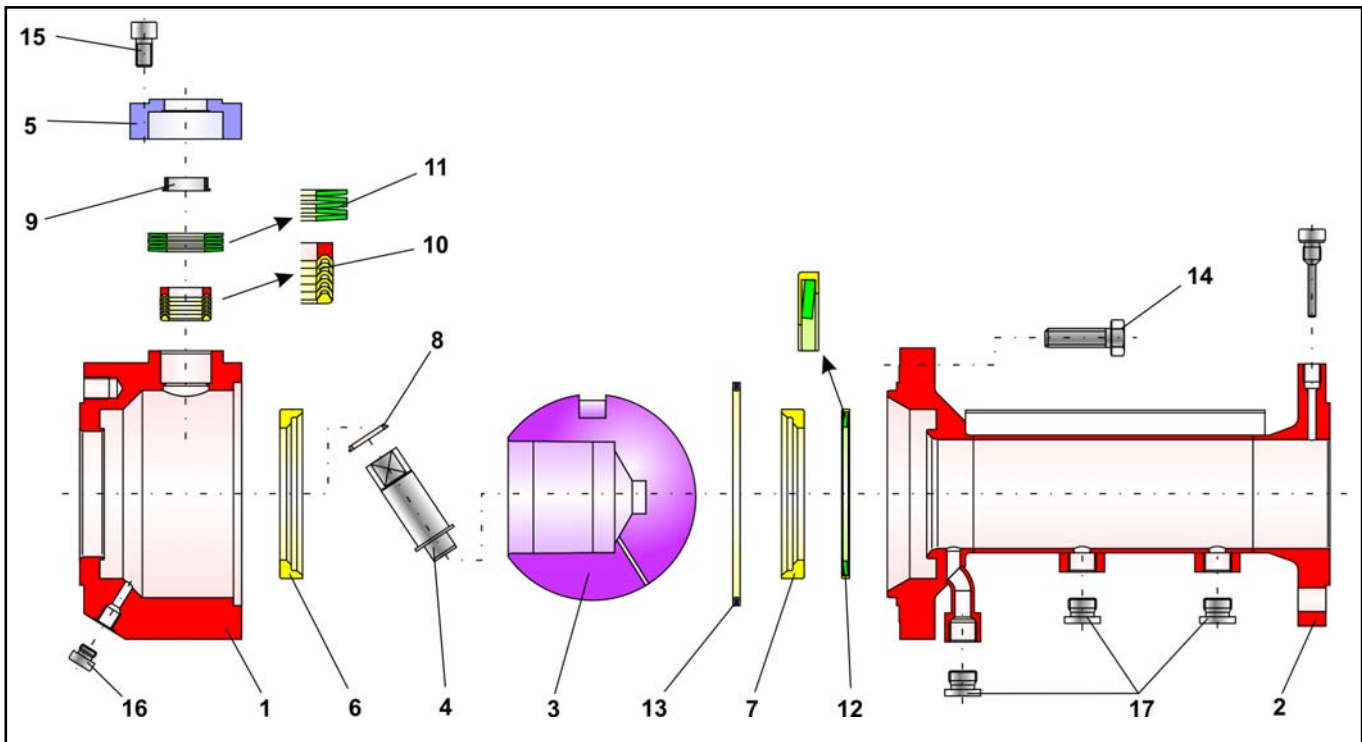

Bild 3 - Explosionszeichnung der Molcheinschleuskugelhähne DN 50 bis DN 100
Die ummantelte Tellerfeder (12) wird in das Seitengehäuse (2) eingelegt. Die Einbaulage der Tellerfeder ist der Zeichnung (Bild 3) zu entnehmen.
Die Anordnung der V-Ringe sind der Explosionszeichnung (Bild 3) zu entnehmen.
Auch die Anordnung der Tellerfedern sind der Explosionszeichnung (Bild 3) zu entnehmen.